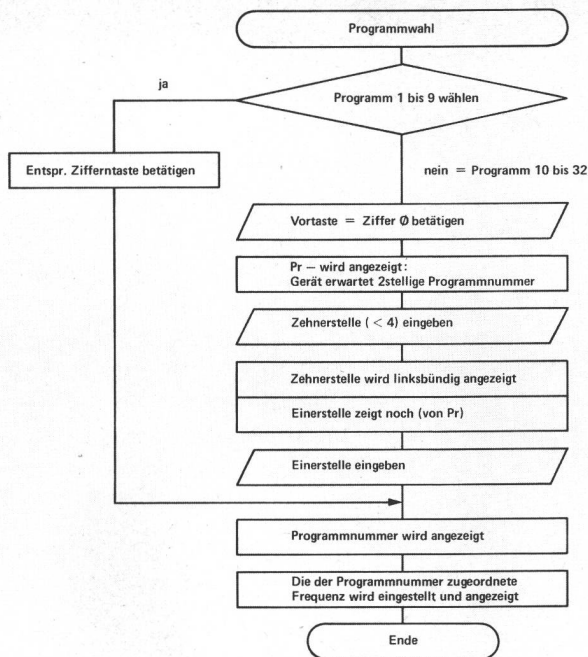
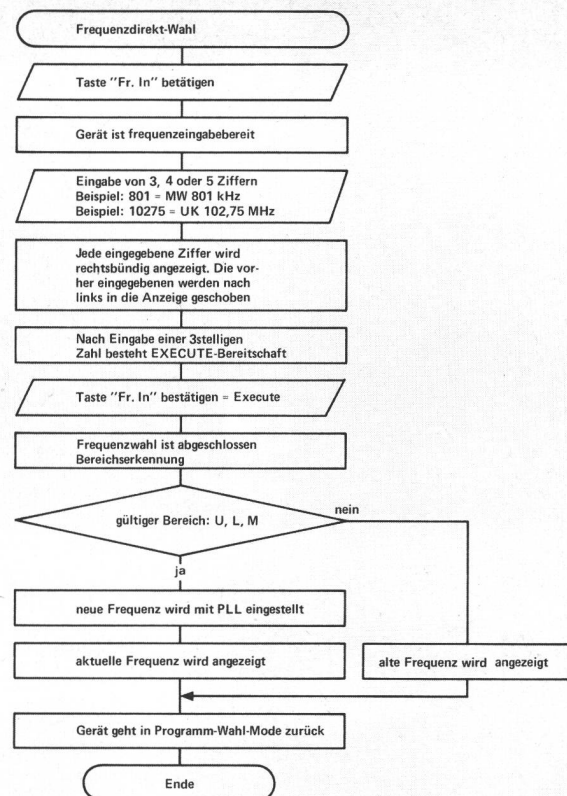

Fig. 5
Fig. 6 →
**Der Abstimmvorgang:** Bei diesem Gerät mit quarzgenauem PLL-Frequenzsynthesizesystem heisst es nicht mehr «suchen» und auch nicht «finden», sondern «bestimmen», welchen Sender – mit bekannter Frequenz – man empfangen will. Zur Eingabe der Frequenz wird das Gerät über die Taste «Fr.In» vorbereitet. Die eingetasteten Zahlen erscheinen gleichzeitig auf der Frequenzanzeige. Ist die Zahl korrekt eingegeben (Sichtkontrolle), wird durch erneuten Druck auf die Taste «Fr.In» die Abstimmung auf den neuen Sender durchgeführt (Fig. 5). Ohne Betätigung der «Fr.In»-Taste bewirken die Zahlentasten die Anwahl der Programmspeicher. Die ersten 9 Speicher werden mit den Tasten 1...9 angewählt. Für die restlichen Speicher muss dann die 0 als Vorzahl eingetippt werden. Nach der Eingabe dieser Ziffer wird das Gerät auf den Inhalt dieses Speichers abgestimmt (Fig. 6).